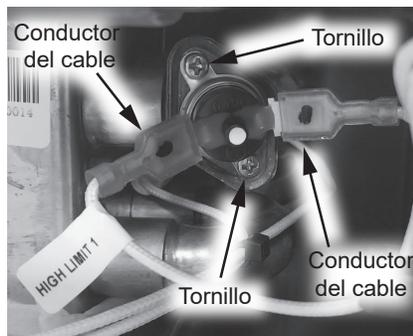

Figura 144 - Ubicación del interruptor de límite alto
- 33 Ubique el interruptor de límite alto en el intercambiador de calor principal (lado superior derecho del calentador de agua). Desconecte los dos conductores del cable del interruptor de límite alto. Consulte la Figura 144.
- 34 Use un destornillador Phillips para retirar los dos tornillos que fijan el interruptor de límite alto al intercambiador de calor. Deje los tornillos a un lado en un lugar seguro para volver a instalarlos. Consulte la Figura 144.